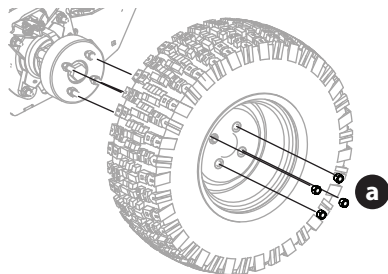

Figure 47
1. Retirez les quatre écrous de roue (a) pour enlever le pneu (Figure 47).
2. Réinstallez le pneu à l'aide des quatre écrous de roue (Figure 47). Serrez les écrous de roue (a) à 88 à 95 N-m (65 à 70 pi-lb).